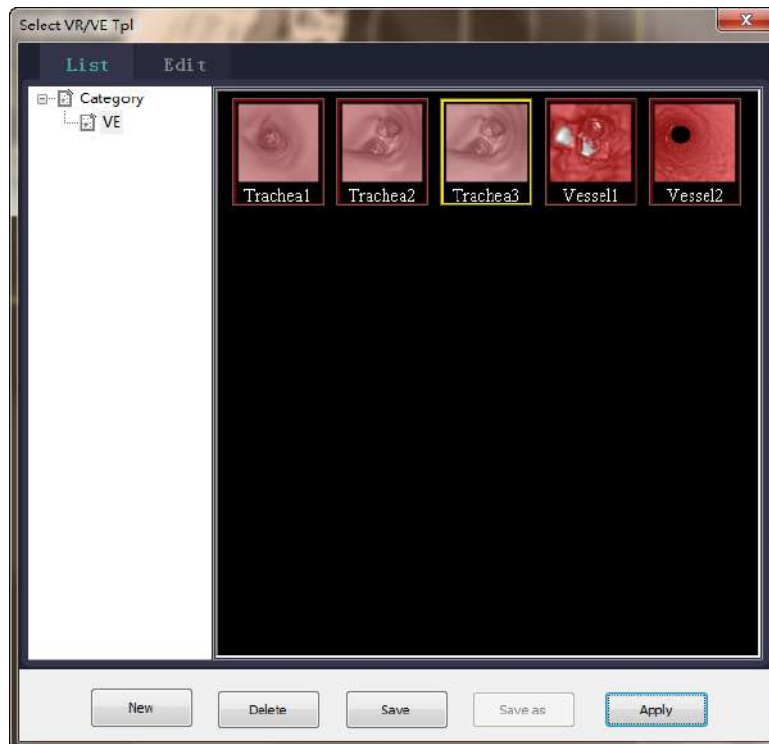

Рисунок7-23 Шаблоны виртуального эндоскопа
(1) Можно выбрать формуляры, предлагаемые этой системой. Выбрать [Transfer Function] / *Функция переноса*/ в списке [Model], и появится интерфейс, как показано на Рисунок7-23 **错误!未找到引用源。** Система может предоставить несколько предварительно настроенных шаблонов отображения эндоскопа. Просьба обратиться к разделу Методы 3D-отображения. Методы для получения более детальной информации.